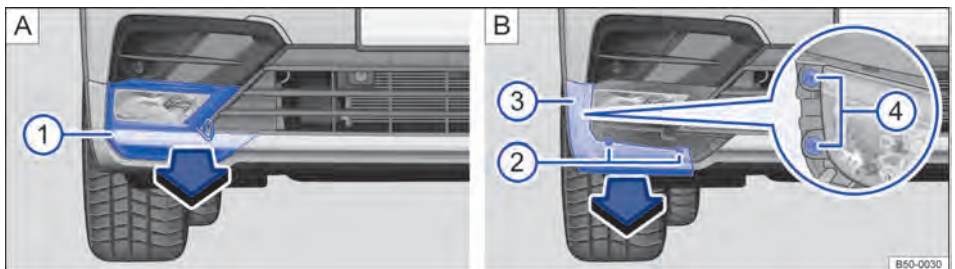

Fig. 237 No para-choque R-Line dianteiro à direita: desinstalar farol de neblina.
3. Prender o gancho extrator na cobertura debaixo do farol de neblina → Fig. 237 A. Retirar a cobertura no sentido da seta para frente ❶ A.
4. Remover 2 parafusos de fixação ❷ B no anteparo ❸ B com a chave de fenda.
5. Desencaixar o anteparo ❸ B e remover no sentido da seta. ▶